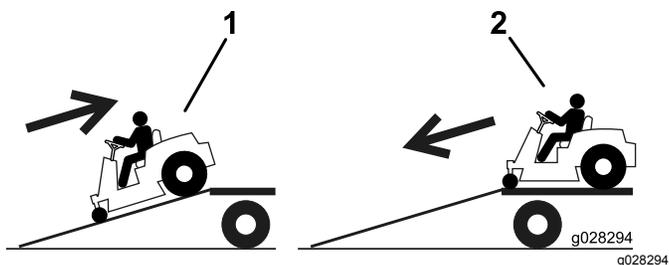

Figure 25
4. Montez la rampe en marche arrière (Figure 25).
2. Descendez la rampe en marche avant (Figure 25).